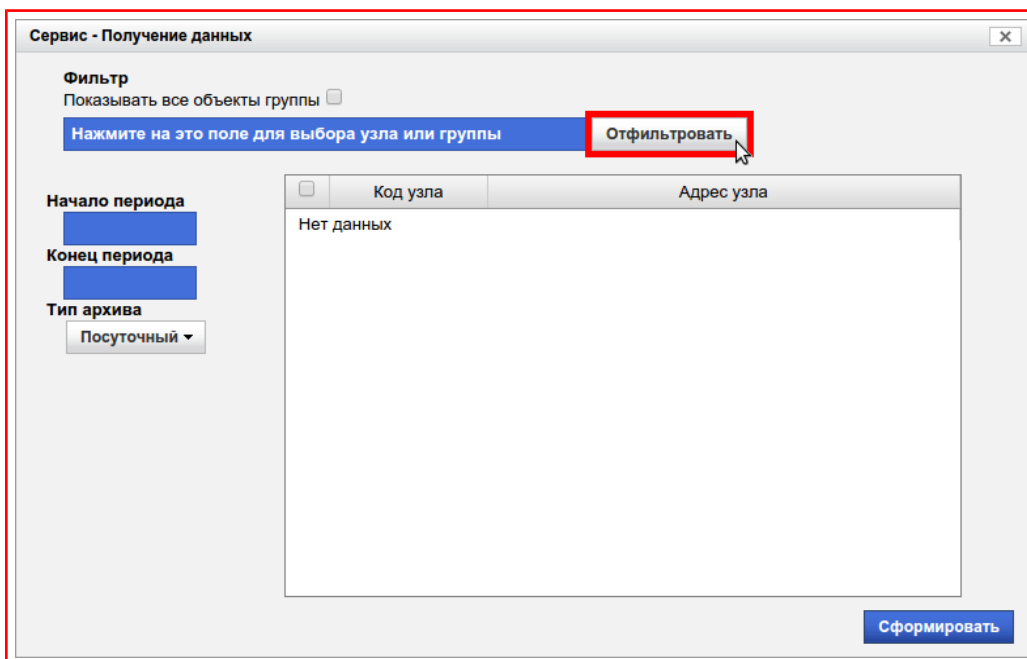

Рисунок 9.89 — Кнопка «Отфильтровать»
- 5) Нажать на кнопку **«Отфильтровать»**, рисунок 9.89;